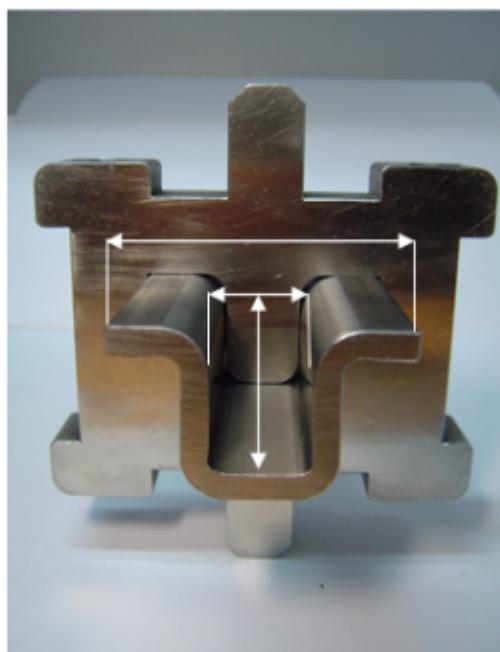

Bild Nr.4 Ermitteln Gesamtgeometrie, einschließlich Profiltiefe u. Innenmaß.
3. Bild Nr.4: Gesamtgeometrie einschließlich Profiltiefe u. Innenmaß (GR). Die Lehre muss leicht über das Profil gehen. Lässt sich die Lehre über das Profil stecken?